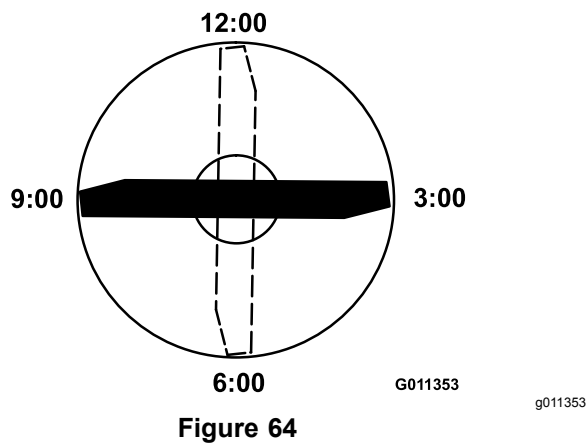

Figure 64
3. Positionnez le tranchant de l'extrémité repérée à la position 12 heures (droit devant dans la direction de la tonte) et mesurez la hauteur de la surface plane au tranchant de la lame (Figure 64).
4. Tournez l'extrémité repérée de la lame aux positions 3 et 9 heures et mesurez les hauteurs respectives (Figure 64).